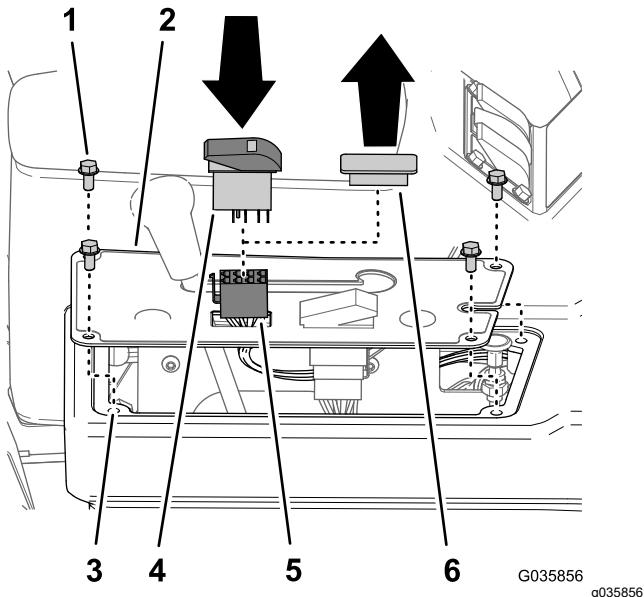

图 34
1. 如图 34 所示如果已安装将面板盖固定至控制台顶部的 4 个凸缘头螺栓 $\frac{1}{4} \times \frac{1}{2}$ 英寸则将其拆下。
2. 从控制台的面板盖上拆下开关塞图 34。
3. 将超声波喷洒臂修整套件线束的8插槽接头对准面板盖中的开口图 34。
4. 将标记为超声波模式手动与自动的超声波喷洒臂修整套件线束的8插槽接头连接至摇臂开关图 34。
5. 将摇臂开关插入仪表板的开口直至开关牢固卡入仪表板图 34。
6. 将面板盖中的孔与控制台顶部的孔对齐图 34。
7. 使用在步骤 1 中卸下的螺栓图 34 将面板固定到控制台上。